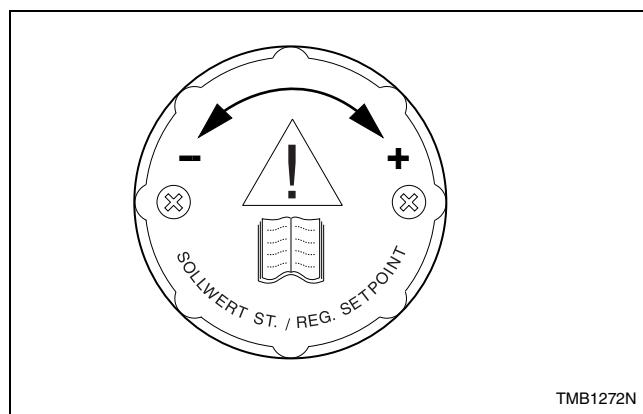

Figura 3
b. Afloje los tornillos de la perilla de ajuste del regulador, y después gire la perilla hacia la derecha. Cuando la perilla deje de girar, vuelva a apretar los tornillos. Consulte la *Figura 3*.